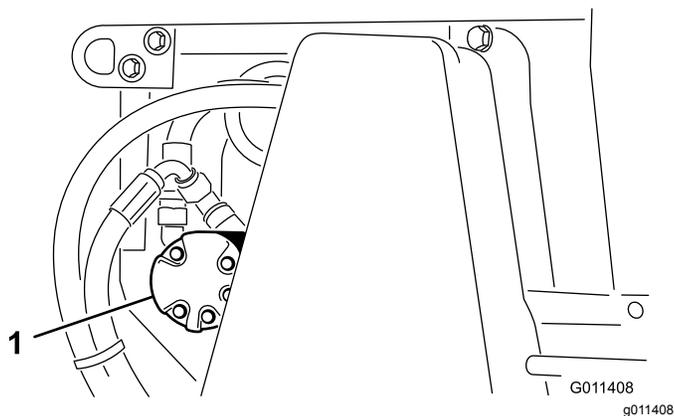

Рисунок 23
2. Ослабьте гайки крепления электродвигателя щетки (Рисунок 23) на левой стороне машины.